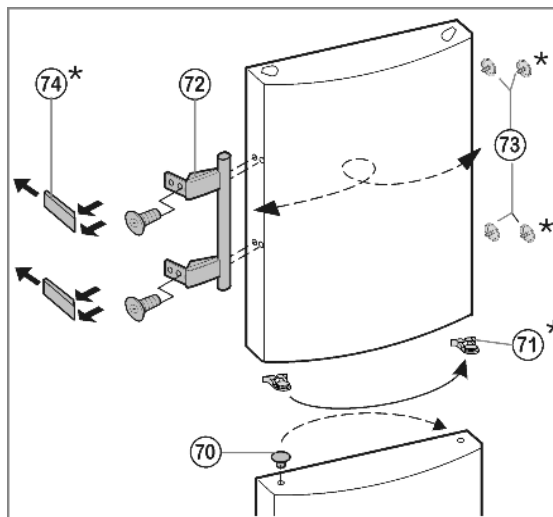

Fig. 10
- ▶ На нижней дверце: Извлеките пробку Fig. 10 (70) из опорной втулки дверцы и переставьте.
- ▶ На обеих дверцах: Снимите и переставьте на противоположную сторону дверную ручку Fig. 10 (72), пробку Fig. 10 (73) и прижимные пластины* Fig. 10 (74).